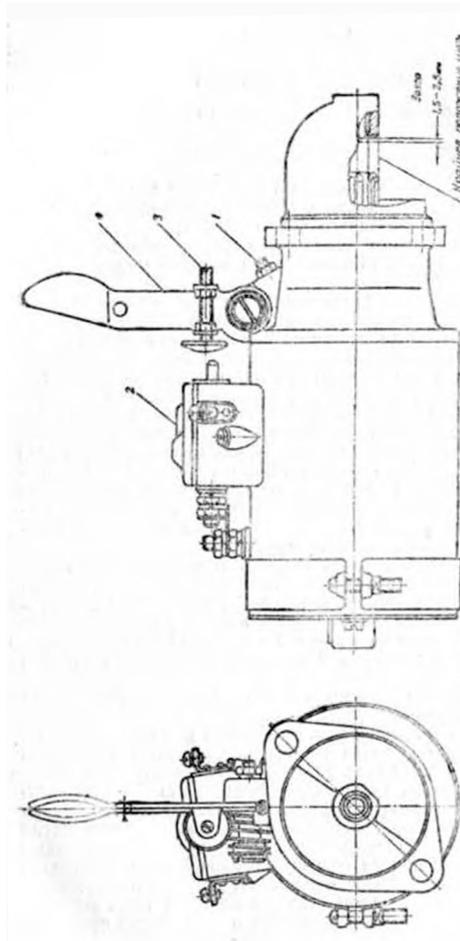

Рис. 143. Стартер:
Автомобиль снабжен электрическим стартером СТ-9 (рис. 143).
1. Нажать на рычаг 4 стартера (рис. 143) доотказа и замерить зазор между торцом шестерни и упорной шайбой. Зазор должен быть в пределах 1,5—2,5 мм.